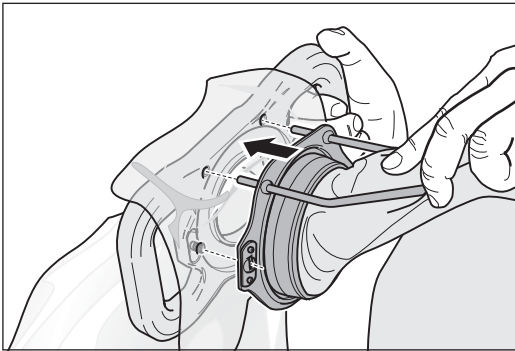

Abb. 26 Den Staubsack mit dem Halteblech in die Entleervorrichtung einführen.
- 10 Führen Sie den Staubsack mit dem Halteblech in die Entleervorrichtung ein. Achten Sie dabei auf die korrekte Position des Staubsack-Gestänges: Die Stifte müssen in die dafür vorgesehenen Öffnungen gesteckt werden (Abb. 26).
- 11 Durch leichten Druck kann das Halteblech des Staubsacks komplett in die Entleervorrichtung eingeführt werden. Die Stifte des Staubsack-Gestänges bohren sich dabei durch den Müllbeutel und sichern diesen so gegen das Verrutschen (Abb. 26).